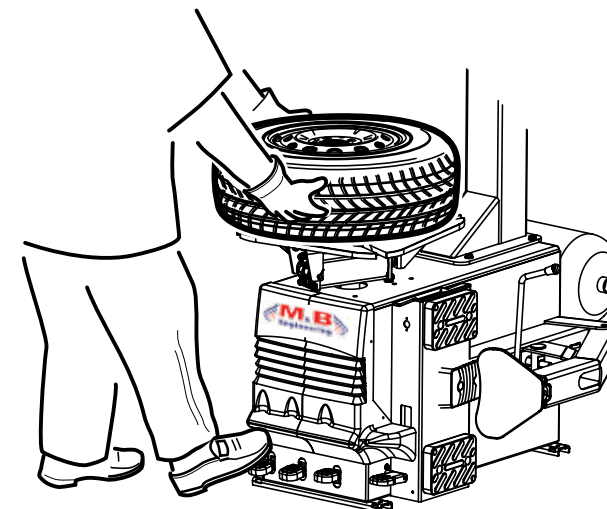

fig.38
- sollevare il pneumatico verso l'alto con entrambe le mani, permettendo all'aria (che fuori esce dai fori delle corsie) di "entrare" fra cerchio e pneumatico (fig.38).
- spingere il pedale di gonfiaggio (I) fino a fine corsa, per ottenere la fuoriuscita dell'aria dalle corsie e, allo stesso tempo, rilasciare il pneumatico per consentire l'intallamento.
N.B.: qualora il pneumatico non si "intalloni" ripetere scrupolosamente le operazioni suddette. Una volta intallato il pneumatico, continuare l'operazione di gonfiaggio, premendo il pedale di gonfiaggio (I) nella posizione intermedia, fino a raggiungere la pressione desiderata.
- Raise the tyre with both hands to allow the air (which comes out of the tracks) to get between rim and tyre (fig. 38).
- Press the inflation pedal (I) completely down to obtain the air output from the tracks. At the same time release the tyre to allow the beading in.
- soulever des deux mains le pneu vers le haut, permettant à l'air (qui sort des orifices de la voie de "pénétrer" entre la jante et le pneu (fig. 38).
- presser sur la pédale de gonflage (I) jusqu'à la fin de la course, pour permettre la sortie de l'air des voies et en même temps, libérer le pneu pour en permettre l'intonnement.
- den Reifen mit beiden Händen hochheben, damit so die Luft (die aus den Öffnungen der Gänge austritt) zwischen Felgen und Reifen "eindringen" kann (Abb. 38).
- das Aufpumpedal (I) bis Umlaufende betätigen, damit die Luft aus den Gängen ausströmt und gleichzeitig den Reifen herunterlassen, um so die Einwulstung zu ermöglichen.
- Levante el neumático hacia arriba con ambas manos, consentiendo al aire (que sale por los orificios de los recorridos) de entrar entre llanta y neumático (fig. 38).
- Apriete el pedal de hinchamiento (I) hasta el tope del recorrido, para obtener la salida del aire de los recorridos y contemporáneamente relaje el neumático para consentir su talonamiento.